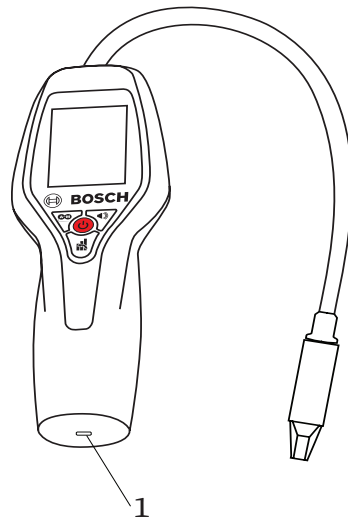

Fig. 19 : Charge du détecteur de fuites
1. Raccorder le câble de connecteur micro-USB au port de charge situé à la base du IR LD 1.0 (voir Fig. 19).